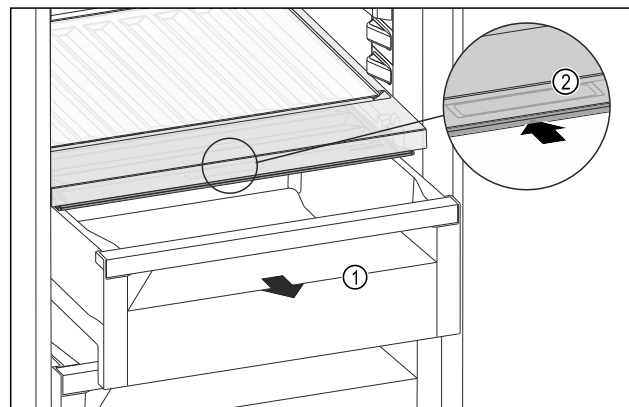

Fig. 119
- Húzza ki a fiókot Fig. 119 (1).
- Fogja meg a süllyesztett fogantyút Fig. 119 (2) a rekeszfedélen, és ezzel egy időben tolja hátra a rekeszfedelet.